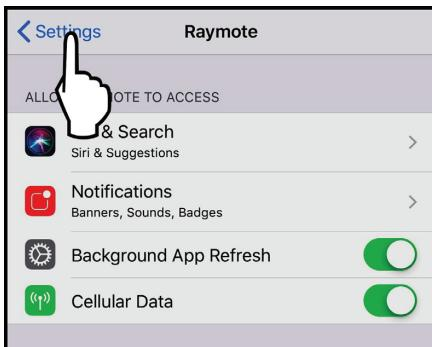

Figure 92. Sélectionnez menu "Settings"
5. Appuyez sur Paramètres pour afficher le menu des paramètres, voir **Figure 92.**